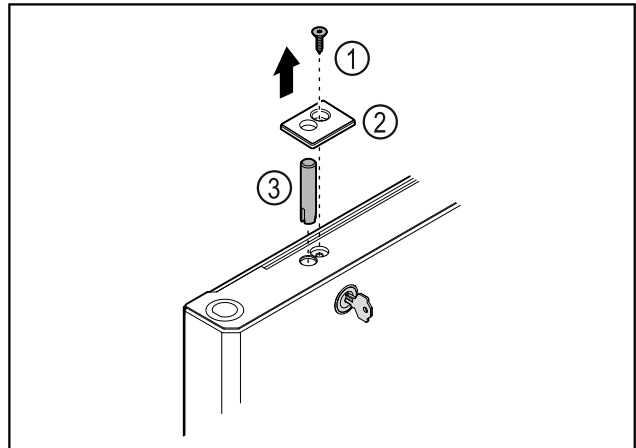

Fig. 43
- ▶ Извлеките винт Fig. 43 (1).
- ▶ С помощью небольшой отвертки освободите крышку Fig. 43 (2) от фиксации и снимите ее.
- ▶ Извлеките запорный палец Fig. 43 (3).